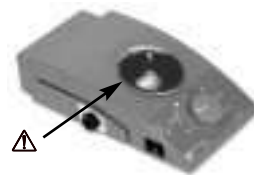

Fig. 1: gevaarlijke gebied
- Het is niet toegestaan bewegende delen aan te raken (gevaar voor kneuzing, stoten en snijden, zie afb. 1: gevaarlijke gebied).